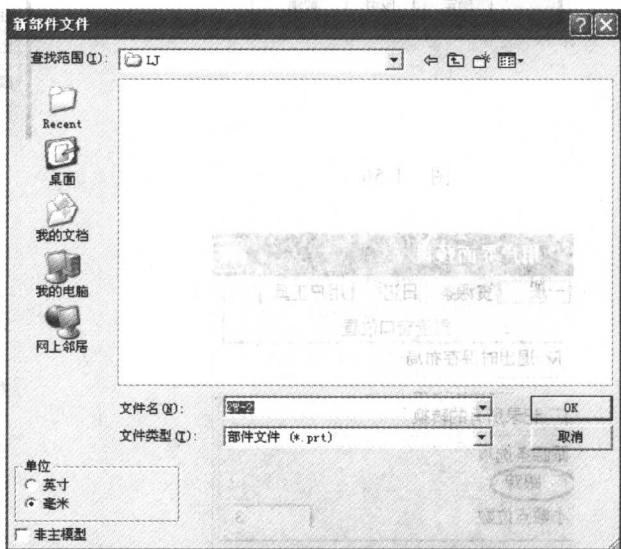

图 1-55
选择菜单中的【文件】/【新建】命令或选择 (New 建立新文件) 图标，出现【新部件文件】对话框，如图 1-55 所示。在【文件名 (N)】栏中输入【2w-2】，选择【单位】栏中的【毫米】，以毫米为单位，点击 OK 按钮确定。建立文件名为 2w-2.prt 单位为毫米的文件。